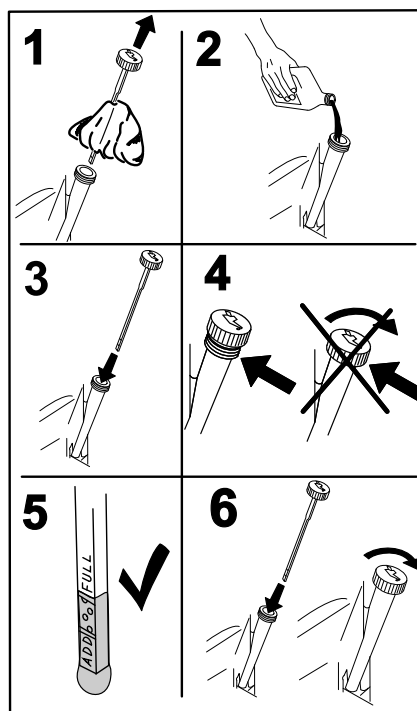

Figure 46
- Versez lentement environ 80 % de l'huile spécifiée dans le tube de remplissage puis faites l'appoint lentement jusqu'à ce que le niveau atteigne le repère du plein (Full) (Figure 46).